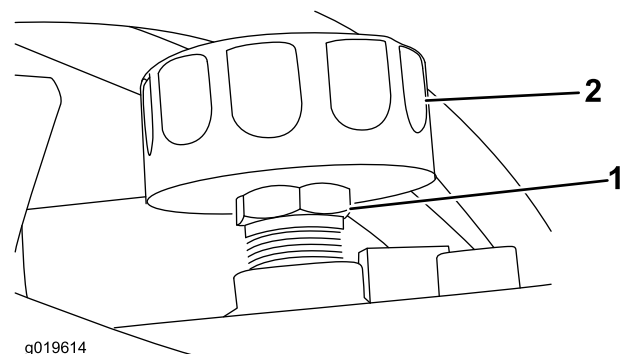

Figura 33
4. Retire el tapón de ventilación/llenado del depósito hidráulico (Figura 33).